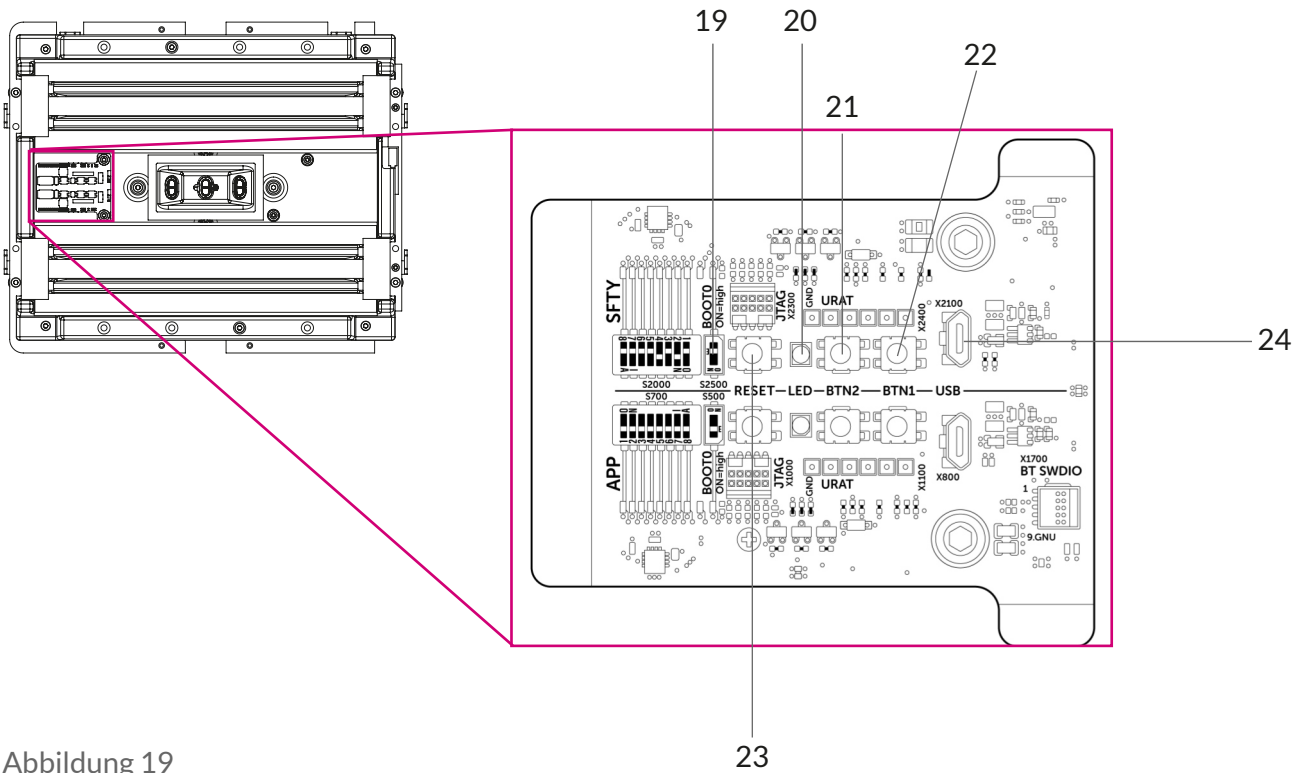

Abbildung 19
4. Reset und Button 1 drücken. Dbei zuerst den Reset gedrückt halten, dann den Button 1 drücken. Reset loslassen und anschließend den Button 1. (Siehe Abbildung 19.)